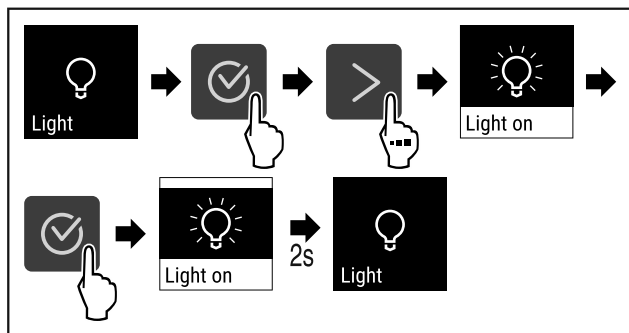

Fig. 68
- ▶ Eseguire i passi (vedere Fig. 68) .